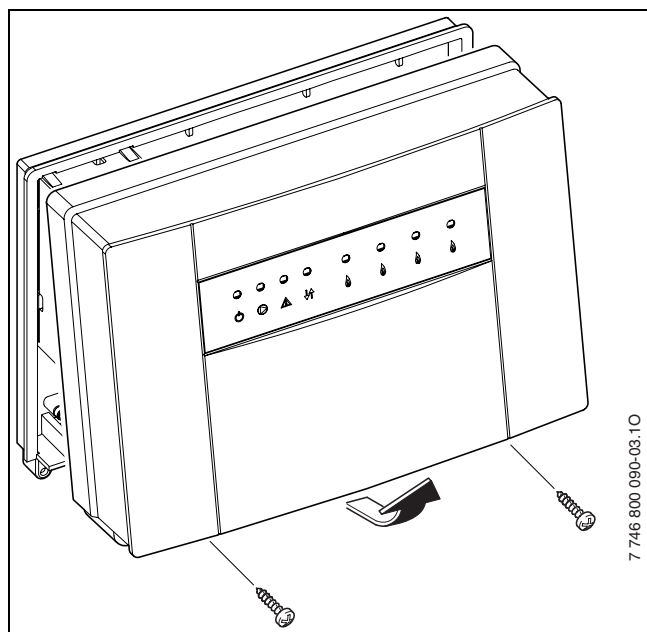

Fig. 7 Demontarea capacului
- ▶ Desfaceți 2 șuruburi în partea de jos la nivelul modului MCM10, trageți capacul de jos către față și ridicați-l (→ fig. 7).
- ▶ Deschideți carcasa modulului de comandă MCM10 (→ fig. 7, pagina 66).